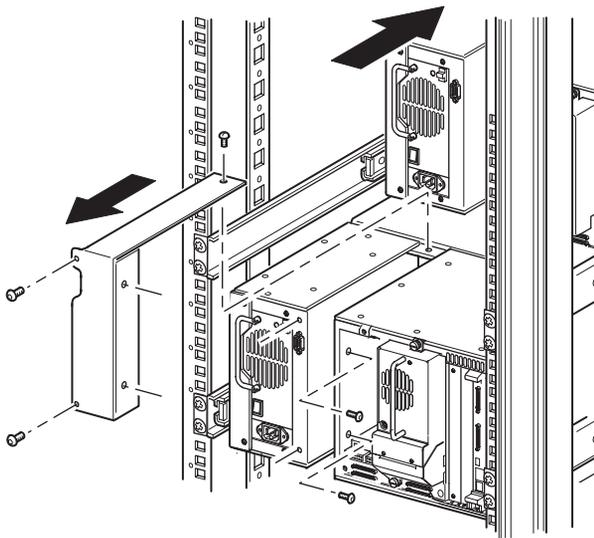

Figure 2-8 : Retrait du cache de PTM
- c. À l'aide d'un tournevis cruciforme n° 2, retirez les vis qui assurent la fixation du cache de PTM au dos du châssis de chaque librairie (voir la Figure 2-8).